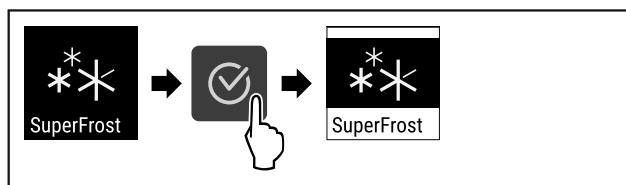

Fig. 64
- Провести етапи операцій (див. Fig. 64) .